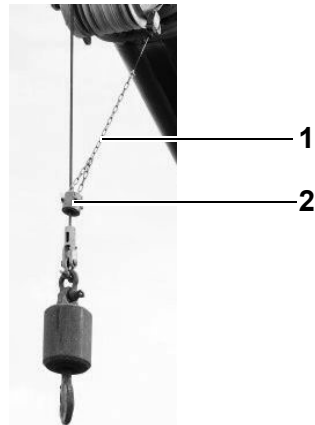

Fig. 199 Peso do fim de curso de elevação
| 4 | Guie o cabo de elevação através do peso (2) na Fig. 199 e conecte a corrente (1) na Fig. 199 no fim de curso de elevação na lateral esquerda, conforme visto na direção de deslocamento. |